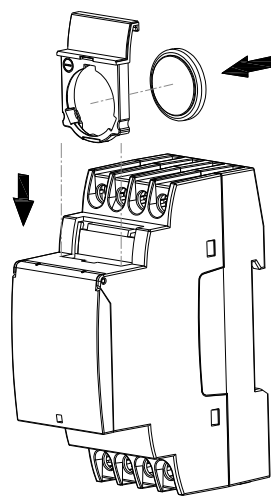

FIG.4
- Programmi: C1 e C2 ON al tramonto / C1 e C2 OFF all'alba (vedi FIG. 4)